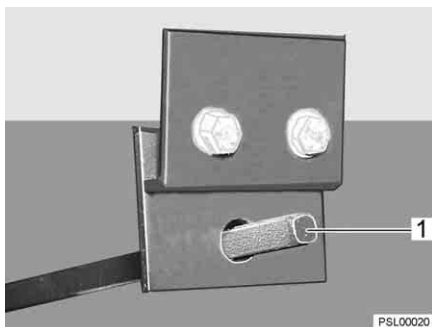

Fig. 53 Accessoire d'utilisation du robinet d'évacuation des eaux usées
- Insérer la clé sur la vis à quatre pans (Fig. 53,1).